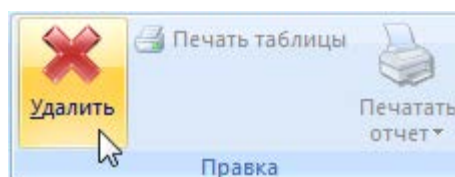

Рис. 13-409. Кнопка «Удалить» панели «Правка»
- 4) Нажать кнопку «Удалить» панели «Правка» (рис. 13-409).